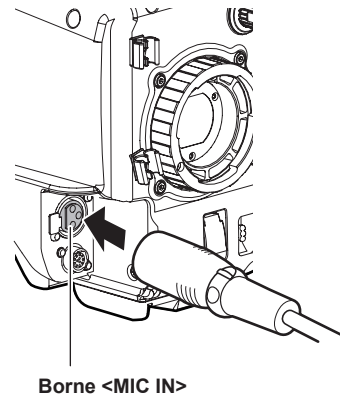

Fig. 3
- 3 Connectez le câble de microphone à la borne <MIC IN> sur la caméra. (Fig. 3)